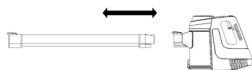

Рис. 2
- Вставьте удлинительную трубку (3) в воздухозаборное отверстие пылесоса до щелчка
- фиксатора (4) (рис. 2).